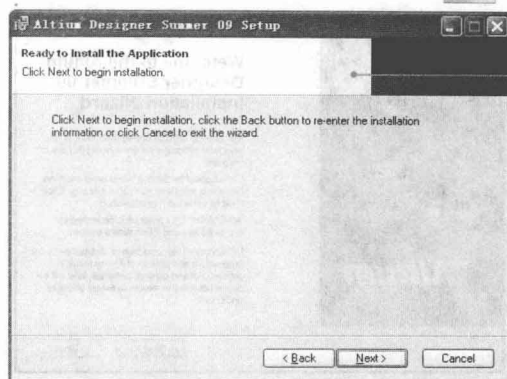

图 1-6 准备就绪对话框
(6) 单击 **Next >** 按钮，即可进入如图 1-6 所示的准备就绪对话框。如果用户确定所有的准备工作已经完成，可以单击 **Next >** 按钮开始程序的安装。如果仍要改变安装路径，只要单击 **< Back** 按钮返回到上一步重新设置即可。